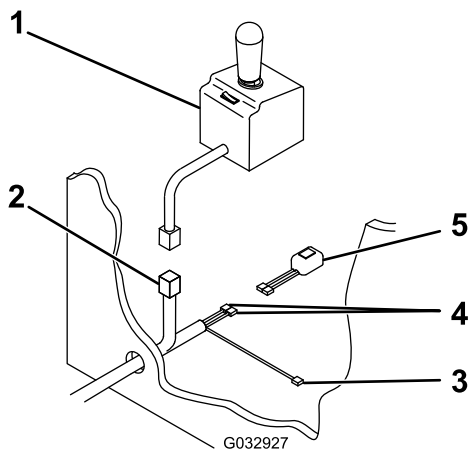

**Figure 15**
5. Reliez le fil rose du long faisceau de câblage au fil de l'indicateur de direction droit à l'aide d'un connecteur bout à bout (Figure 15).
6. Reliez le fil violet du long faisceau de câblage au fil de l'indicateur de direction gauche à l'aide d'un connecteur bout à bout (Figure 15).
7. Reliez le fil jaune du long faisceau de câblage au fil du feu de stationnement gauche à l'aide d'un connecteur bout à bout (Figure 15).